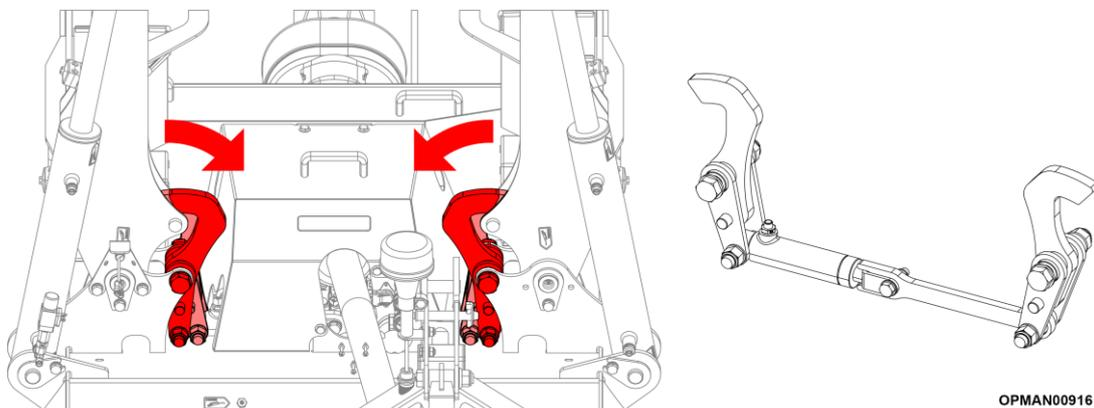

Abbildung 4.23
- 4.6.2.1 Drücken und halten Sie den Hydrauliksteuerhebel/-knöpfe der Zugmaschine, damit die hydraulische Arretierung der Seitenmähwerke gelöst wird, wenn die Seitenmähwerke abgesenkt werden, siehe Abbildung 4.23.